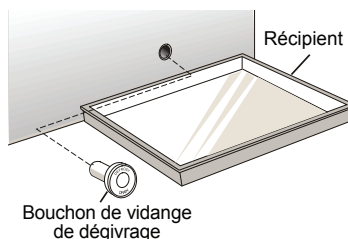
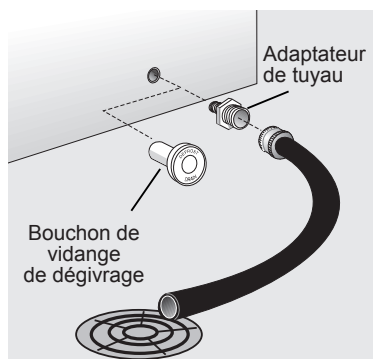

figure 2
figure 3
- Placez un ustensile peu profond sous la sortie de vidange. Retirez le bouchon de vidange externe (voir figure 2). Un adaptateur de tuyau d'arrosage de 1,3 cm (0,5 po) peut être utilisé pour vidanger le congélateur directement dans un siphon de sol (voir figure 3). Si votre modèle n'est pas équipé d'un adaptateur, vous pouvez en acheter un dans la plupart des quincailleries.